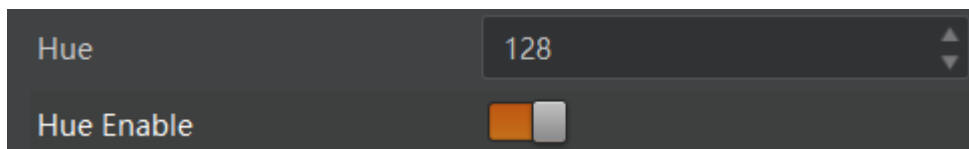

图7-29 调节色度
2. 调节 *Hue* 参数的数值，范围为 0 ~ 255，如图 7-29 所示。